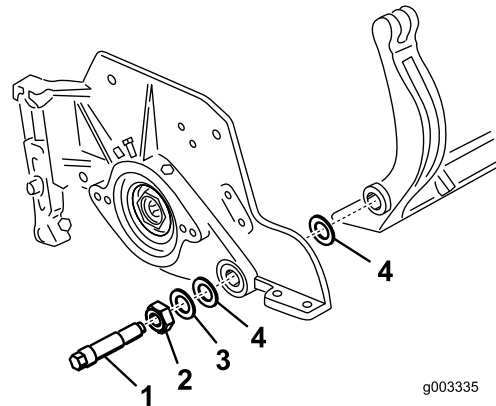

Bild 30
Bewahren Sie die beiden Nylonscheiben und die Stahlscheibe von den beiden Enden des Untermesserträgers auf (Bild 30).
3. Legen Sie eine Nylonscheibe auf jede Seite des Seitenplattenansatzes. Legen Sie eine Stahlscheibe außen auf jede Nylonscheibe (Bild 30).